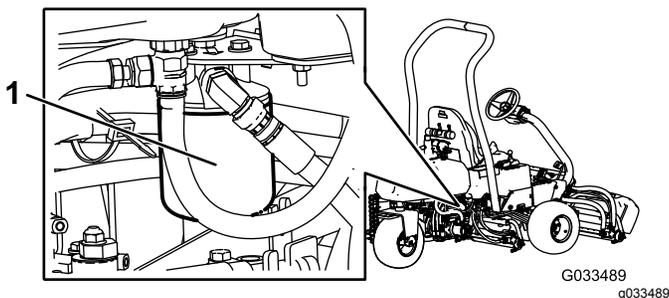

Рисунок 53
3. Повторите пункты 1 и 2 для правого гидравлического фильтра (Рисунок 53).